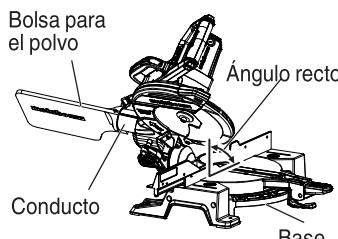

Fig. 25
- (1) Cuando la bolsa para el polvo esté llena de polvo, dicho polvo saldrá soplado de la bolsa para el polvo cuando gire la hoja de sierra. Compruebe periódicamente y vacíe la bolsa para el polvo antes de que se llene.
- (2) Durante el corte en bisel y compuesto, fije la bolsa para el polvo en ángulo recto con relación a la superficie de la base como se muestra en la Fig. 25.